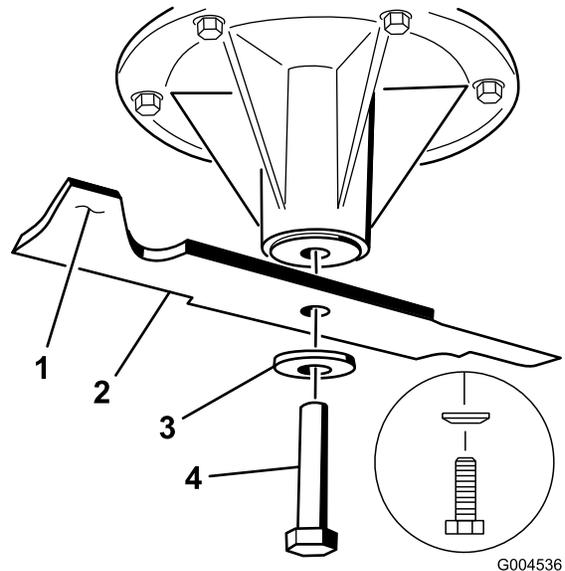

Bild 78
2. Nehmen Sie die Messerschraube, Wellenscheibe und das Messer von der Spindelwelle ab (Bild 78).
- Feilen Sie, wenn das Schnittmesser nicht ausgewuchtet ist, vom Flügelbereich des Messers etwas Metall ab (Bild 78).